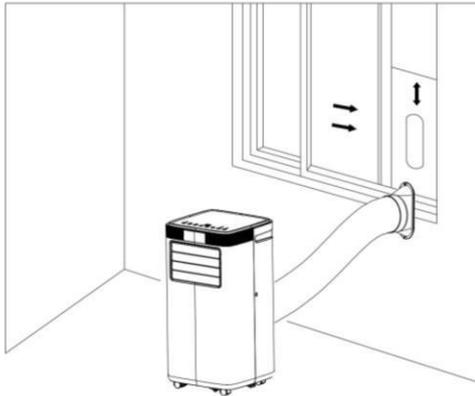
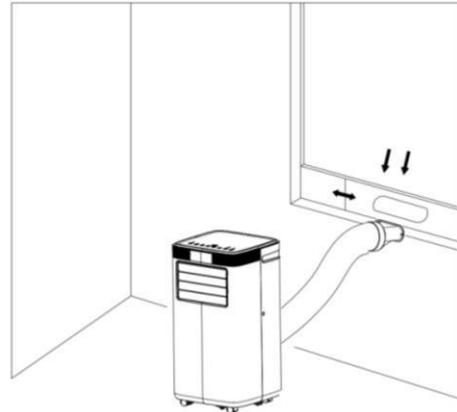

Abbildung 5
Abbildung 6
- 3.2. Ziehen Sie das Auspuffrohr heraus und lassen Sie das flache Ende des Auspuffrohrs in das Loch der Fensterdichtung Platte einrasten (wie in Abbildung 5 und Abbildung 6 dargestellt).